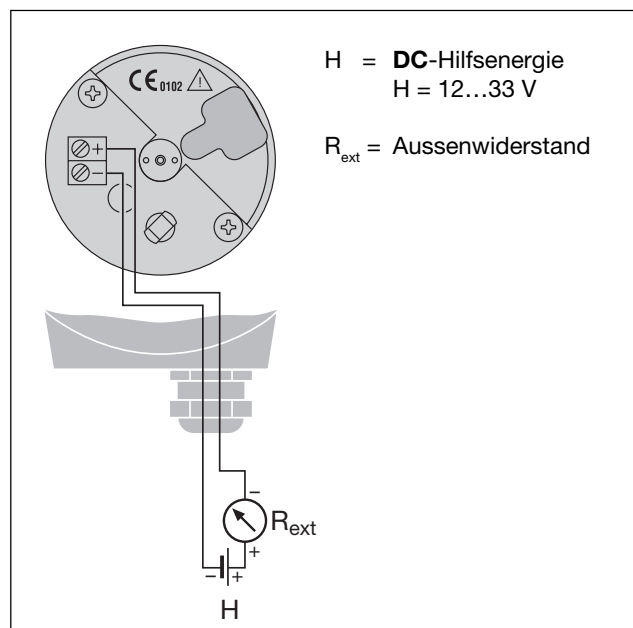

Bild 9. Anschlussplan.
Sodann die Leitungsenden auf passende Länge abisolieren und nach dem Anschlussplan (Bild 9) an den Klemmen (5) anschliessen. Die Leitungen mit Kabelbinder am Halter (6) fixieren.